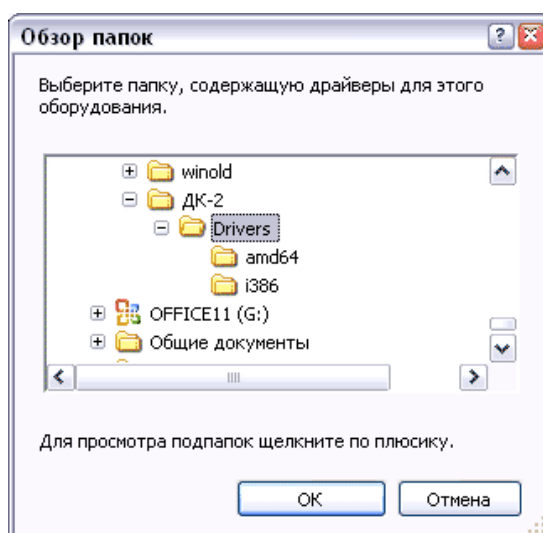

Рис. 2.5.
- 2.2.1.7. На запрос операционной системы о месте расположения драйверов для оборудования в раскрывающемся дереве указать путь к папке, в которую были скопированы файлы по п. 2.2.1.1 (рис. 2.5) и нажать кнопку «Ok».